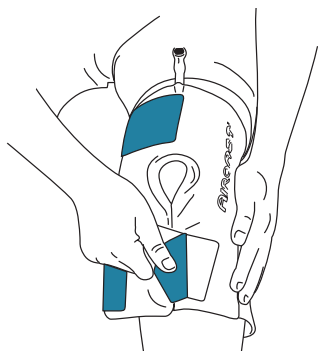

Figure 2
2. Ne jamais oublier de VIDER le Cryo/Cuff (Figure 2)